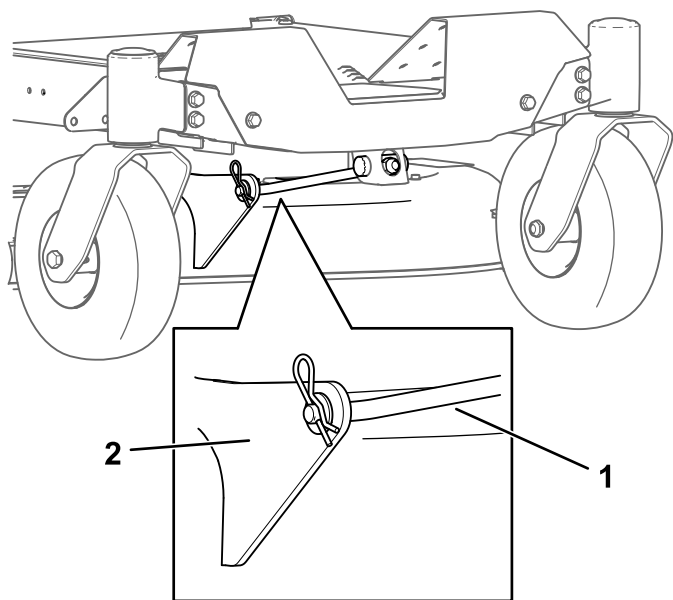

Figure 71
4. Retirez la goupille fendue de la tige de support avant et déposez la tige du support de plateau (Figure 71).
8. Fixez la tige de support avant au plateau de coupe à l'aide de l'axe de chape et de la goupille fendue (Figure 71).